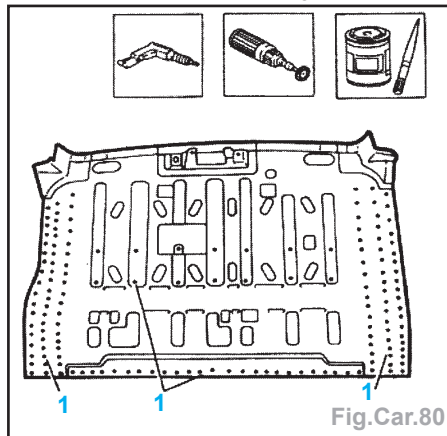

Fig.Car.80
- Effectuer des trous (1) (Fig. Car.80).